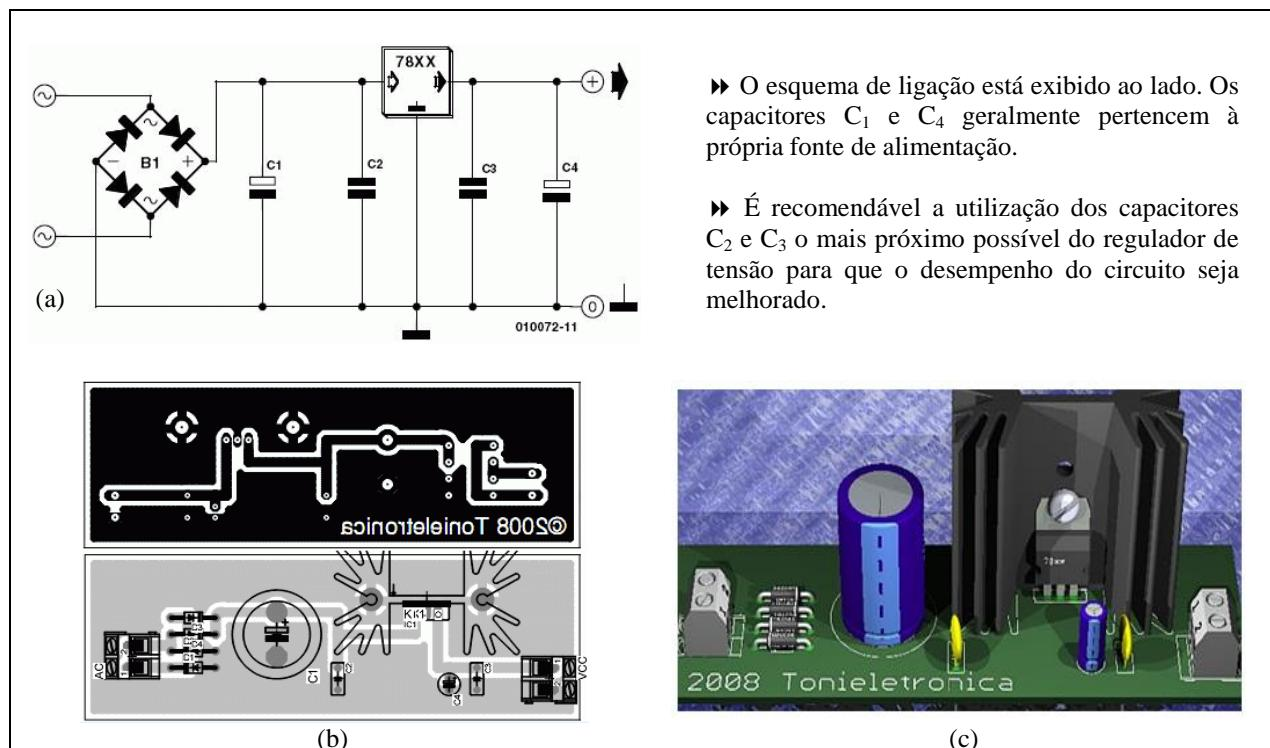

Figura 2.118 – Regulador de tensão positiva: (a) circuito. (b) PCB. (c) Aspecto da montagem.
**III Exemplo 61** – Circuito de fonte de alimentação usando circuito integrado regulador de tensão da família 78xx – Figura 2.118.